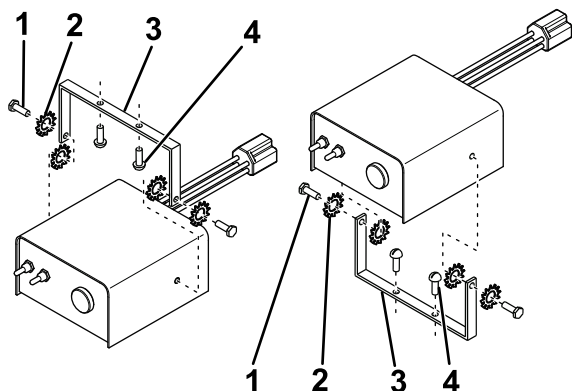

Figure 14
1. Fixez le support au véhicule à l'aide de 2 vis à tôle (Figure 14).
2. Fixez le contrôleur au support de montage au moyen de 4 rondelles en étoile et de 2 boulons (1/4 po) comme montré à la Figure 14.